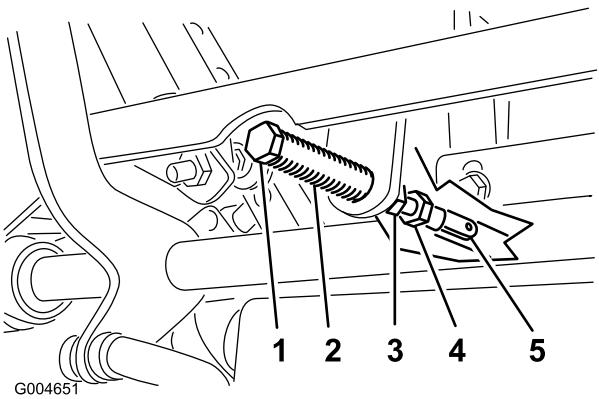

図 61
- クレビス・ピン(ピボット・シャフトの上のアームについている)がスロットの端部に接触する(スプリングに圧力が掛かり始める位置)まで、レバーを手前に引く(図 61)。
7. 調整が必要な場合は、ジャム・ナットをゆるめて調整ナットをヨーク側に移動できるようにする(図 61)。
8. コントロール・レバーを軽く手前(後退側)に引きながら、調整ボルトを回して、コントロール・レバーがちょうどニュートラル固定位置にくるように調整する(図 61)。
9. ナットとジャム・ナット(図 61)を締め付ける。
9. ボール・ジョイント部でジャム・ナット（図 61）を締めつける。